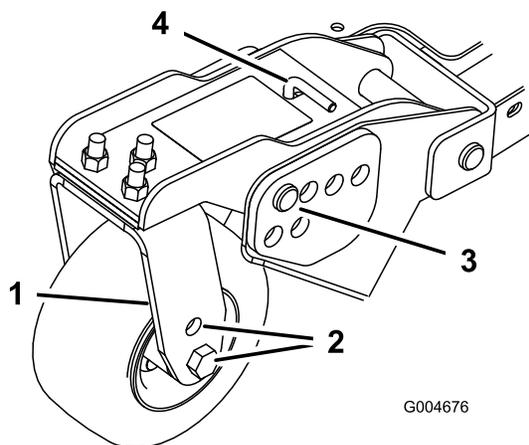
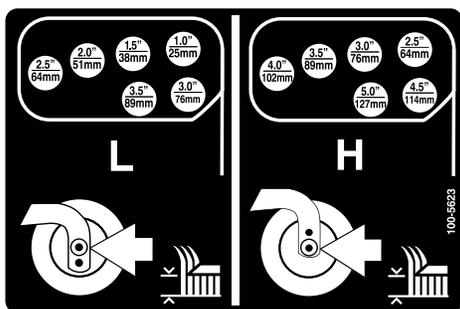

Рисунок 24
Рисунок 25
1. Поместите оси поворотных колес в одинаковые отверстия во всех поворотных вилках (Рисунок 22 и Рисунок 24). Для определения правильных отверстий см. следующую таблицу.
4. Расшплинтуйте и снимите шплинтуемые штифты из рычагов поворотных колес (Рисунок 24).
5. Поверните натяжную тягу, чтобы поднять или опустить поворотный рычаг до совмещения отверстий с выбранными отверстиями кронштейна высоты скашивания в раме режущего блока (Рисунок 24 и Рисунок 25).